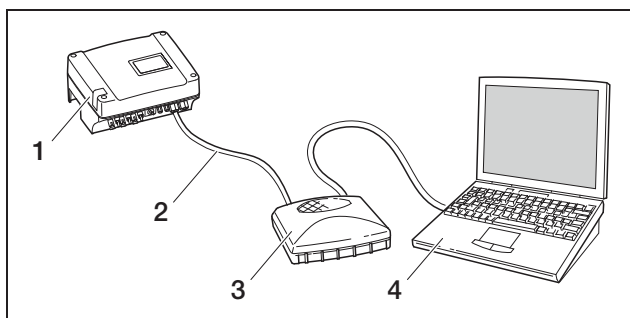

Abbildung 43: Wechselrichter und Computer mit Ethernetkabeln und Switch verbinden
- b) über ein lokales Netzwerk (Switch und Ethernetkabel, siehe Abbildung 43) verbinden.